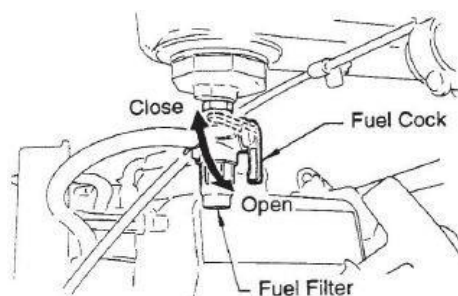

Fig 5
1. Abra la valvula de cierre de combustible moviendo la Palanca del grifo de combustible a la posición **ABIERTO** posición (Fig 5) luego coloque el interruptor de arranque/parada del motor (Fig 5) en **INICIAR** posición.